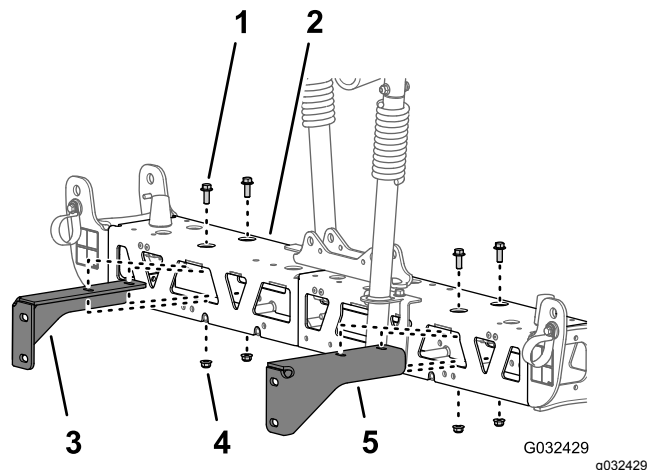

Figura 51
- Retire los 2 pernos con arandela prensada (3/8" x 1") y las 2 contratuercas con arandela prensada (3/8") que sujetan el soporte a la sección de fumigación central, y retire el soporte (Figura 51).
- Retire los 2 pernos con arandela prensada (3/8" x 1") y las 2 contratuercas con arandela prensada (3/8") que sujetan el otro soporte a la sección de fumigación central, y retire el soporte (Figura 51).